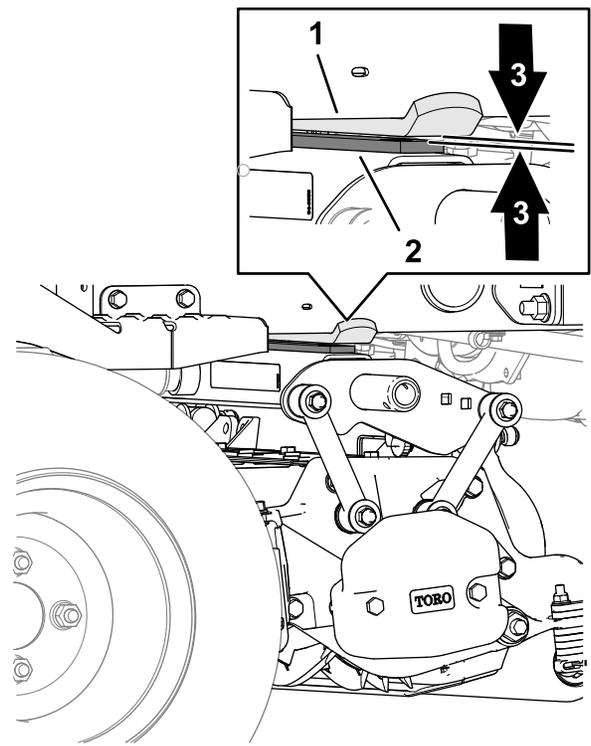

図 27
4. 後カッティングユニットで、後カッティングユニットのウェアバーの上部にあるウェアストラップとバンパーストップとの間のすき間を測定する 図 27。